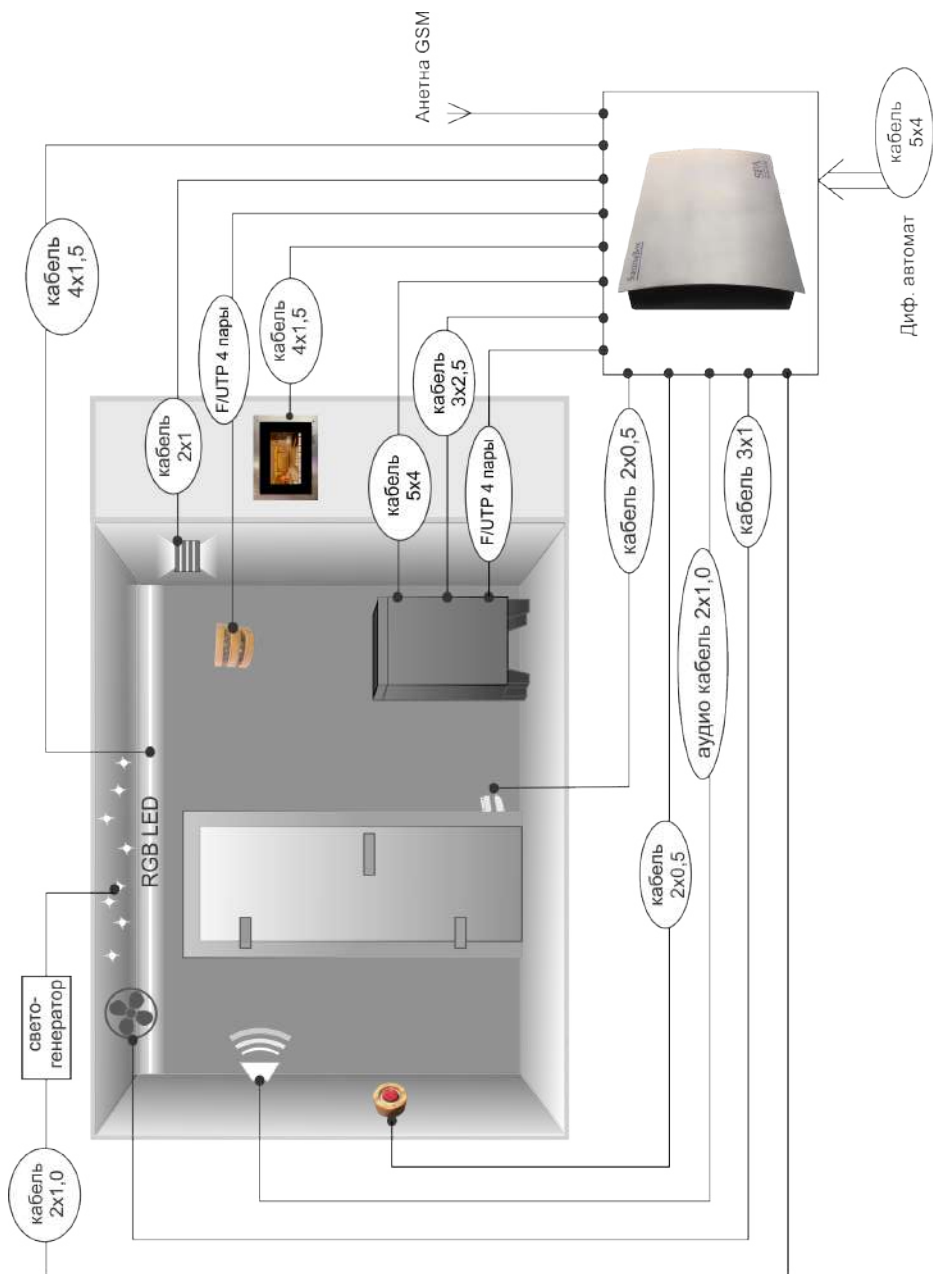

Рис. 5. Присоединение кабелей
4. Согласно приложенной схеме выполните электрические соединения (рис.5).